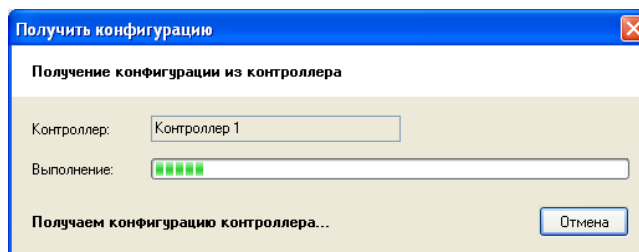

Рисунок 225
- 9) Нажмите кнопку "Выбрать" диалога "Выбор контроллера", на экране отобразится процесс чтения конфигурации (см. Рисунок 225), и дождитесь окончания обмена данными с контроллером.